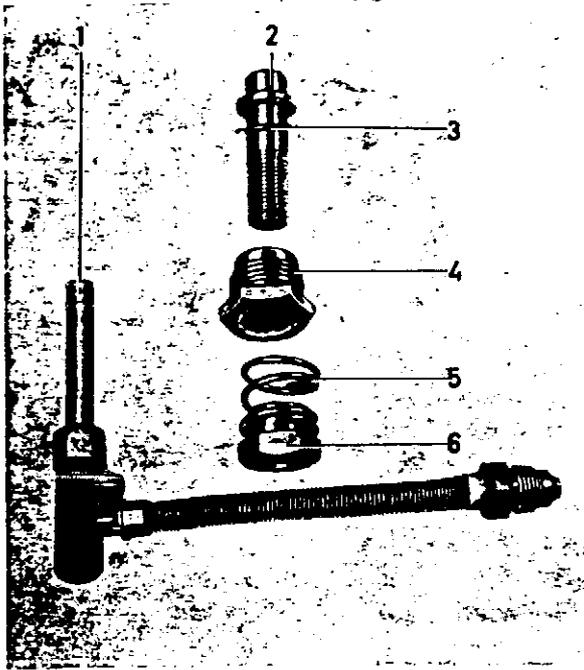

Abb. 113 Düse, zerlegt
4. Feder, Stellmutter und Düse einbauen, siehe Abb. 113. Verbindungshebel anschließen.